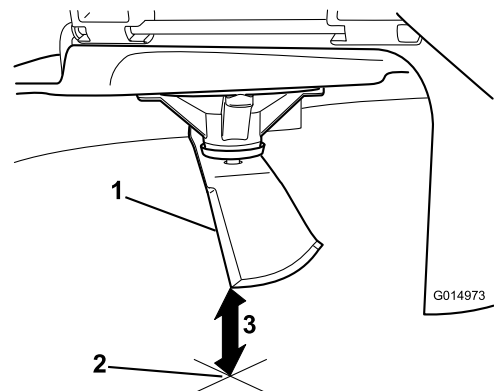

**Figure 87**
3. Mesurez la distance entre la lame et la surface (A)
4. Tournez la même lame de 180 degrés pour amener le tranchant opposé à la même position (Figure 87).